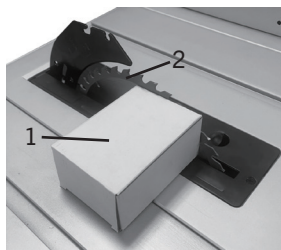

FIG. 19
1. Placez une équerre combinée (1) (non fournie) (Fig. 19) sur la table, contre la partie plate de la lame (2).